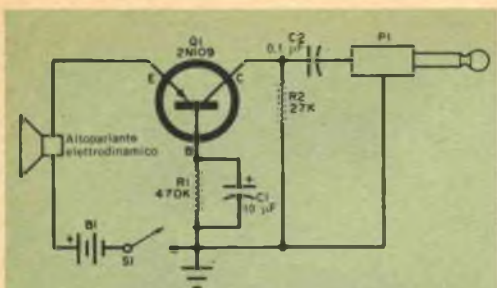

Fig. 1 - Questo amplificatore a base comune, di cui riportiamo qui lo schema, presenta una impedenza bassa in entrata ed alta in uscita.
**Circuiti a transistori** - Il circuito rappresentato nella *fig. 1* è insolito, tuttavia non è scorretto collegare a massa la base di Q1, come indicato nello schema. Il circuito rappresenta un'applicazione pratica di quello che un tempo era il più comune dei tre circuiti amplificatori basilari: la configurazione a base comune.